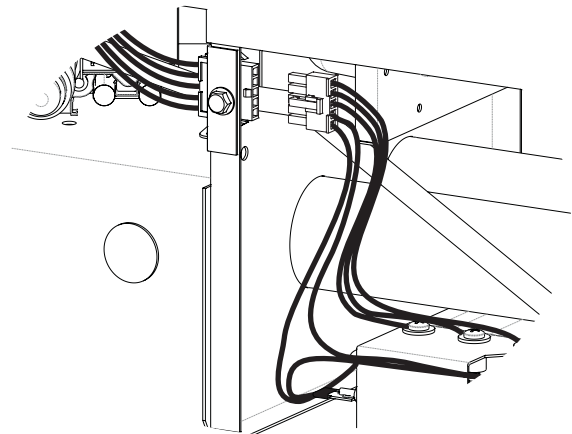

Figure 11
14. Branchez le connecteur du faisceau de câbles du plateau chauffant dans le connecteur du faisceau de câbles du relais. **Voir Figure 11.**